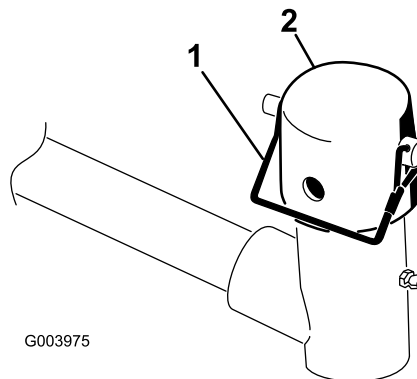

Figure 4
3. Sur le bras de levage de chaque unité de coupe, retirez la goupille à fermoir qui fixe le capuchon sur la chape de pivot du bras et déposez le chapeau (Figure 4).